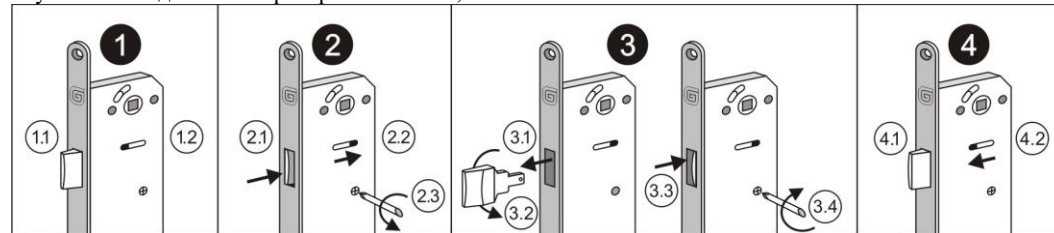

Рис. 1
**Перед установкой защелки убедитесь в правильном положении пластикового язычка.** В случае необходимости переверните язычок, как показано на Рис. 1.